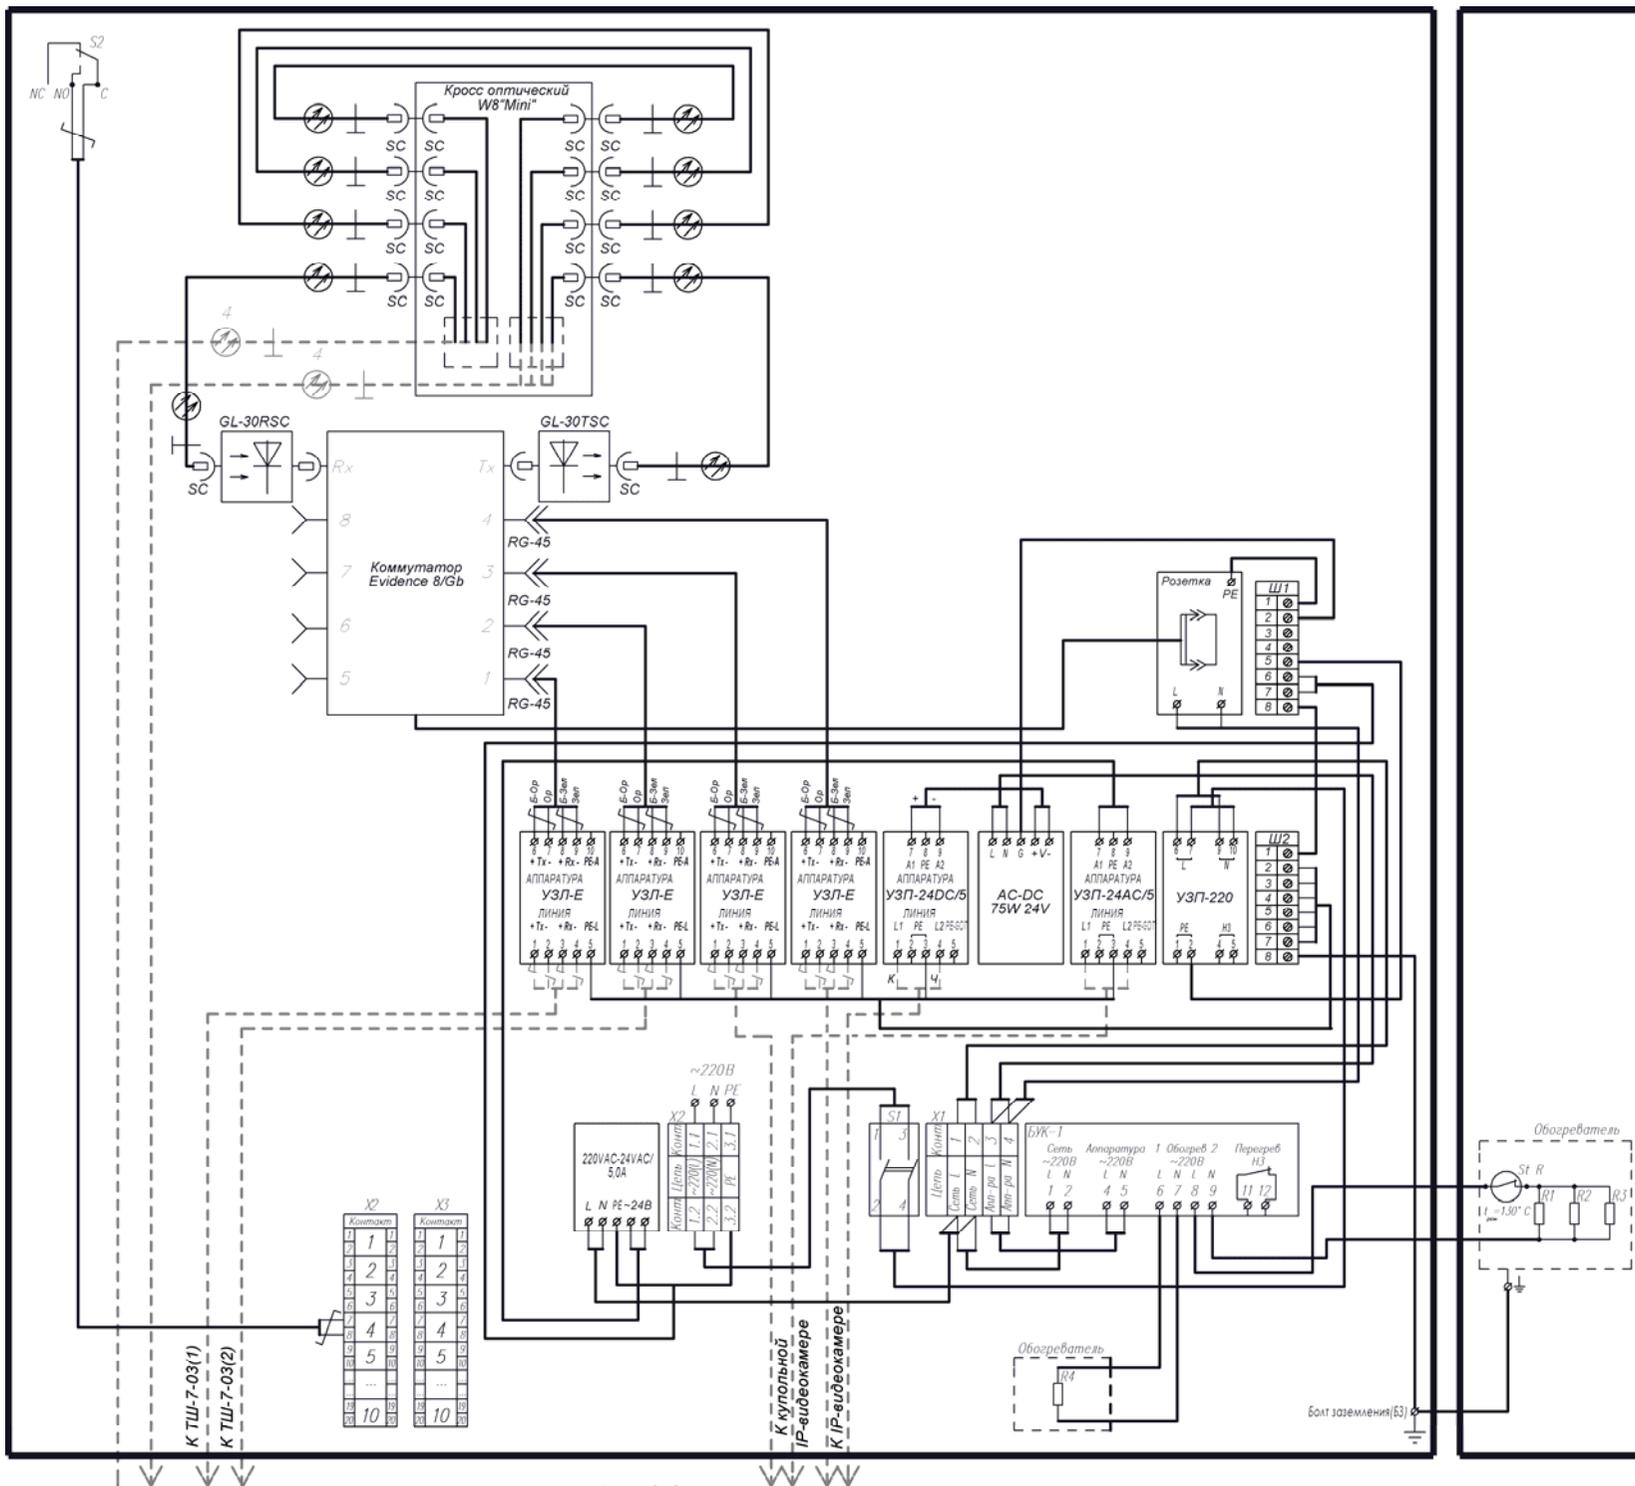

Рис. 2 Схема электрическая принципиальная
Подключение цепей изделия производится в соответствии со схемой электрической принципиальной (рис.2). Для подключения необходимо:
2. Подключить видеокамеры к устройствам защиты УЗЛ-Е и УЗП-24 согласно схеме (рис.2).
3. Подключить линии ETHERNET от шкафов ТШ-7-03 к устройствам защиты УЗЛ-Е (рис.2);
Температура включения (отключения) обогревателей устанавливается переключателем «Вкл. обогрев», температура отключения (включения) питания аппаратуры устанавливается переключателем «Откл. аппаратуры» (рис.2). Производителем выставлены следующие значения: